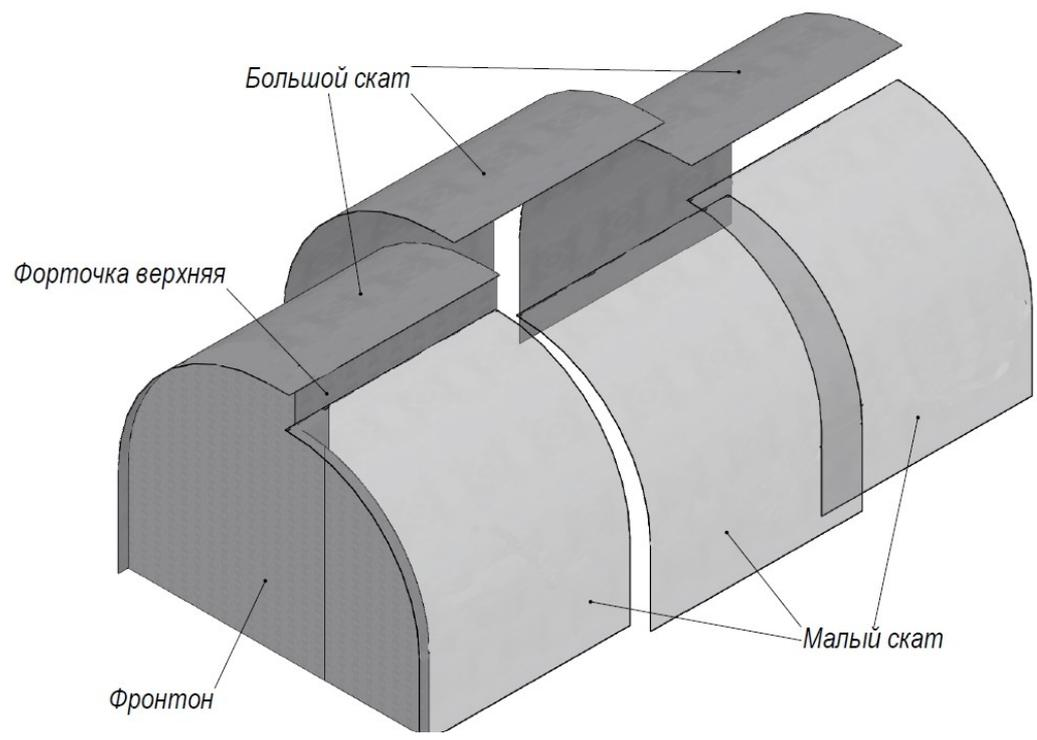

Рис.3 Схема укриття полікарбоната
4. Укройте большой скат каркаса нарезанными листами поликарбоната (схема для теплицы 3х6 – на Рис.3). Прикрепите поликарбонат к фронтонам и дугам саморезами (поз.18) с шагом 300-500 мм. Нижние и верхние торцы закрыть перфорированной лентой или скотчем.
5. Аналогично по схеме (Рис. 3) укройте малый скат каркаса, верхний торец поликарбоната заводится под верхние форточки и крепиться саморезами с внутренней стороны теплицы к форточкам (поз.8 и 9). Далее закрепите поликарбонат к фронтонам и дугам саморезами (поз.18) с шагом 300-500 мм. Верхние торцы листов рекомендуется закрыть П-образным резиновым уплотнителем, а нижние торцы закрыть перфорированной лентой или скотчем.